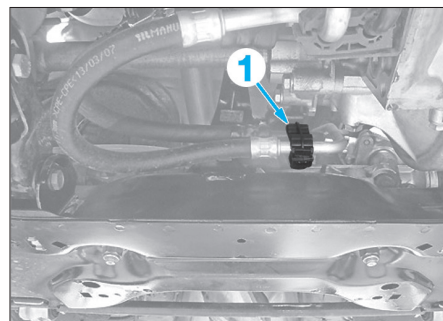

Fig. 26
- l'agrafe de la bride de fixation (1) des canalisations de direction assistée (Fig.26),